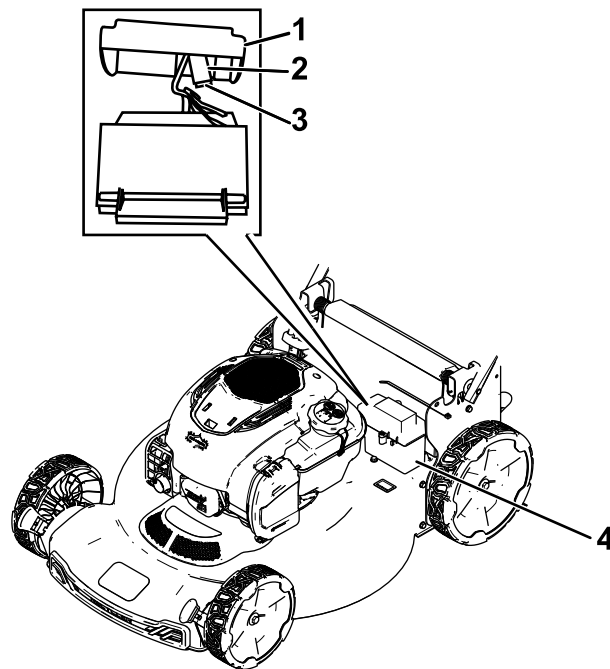

Figura 27
4. Instale la cubierta sobre el compartimento de la batería (Figura 27).
1. Retire la cubierta del compartimento de la batería (Figura 27).
2. Saque la batería y ubique el fusible (Figura 27).
3. Cambie el fusible del portafusibles (Figura 27).